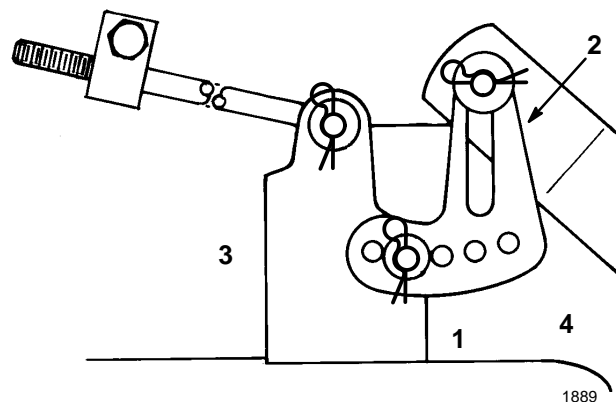

Figure 50
5. Retirer du support de mise à niveau la goupille épingle et la rondelle (Fig. 50). Pour mettre les lames de niveau dans le sens transversal, monter le support de tondeuse dans un autre trou du support de mise à niveau, et le fixer à l'aide de la rondelle et de la goupille épingle (Fig. 50). Utiliser un trou plus en avant pour réduire la hauteur de la lame, ou un trou plus en arrière pour l'augmenter. Répéter ces opérations de l'autre côté.